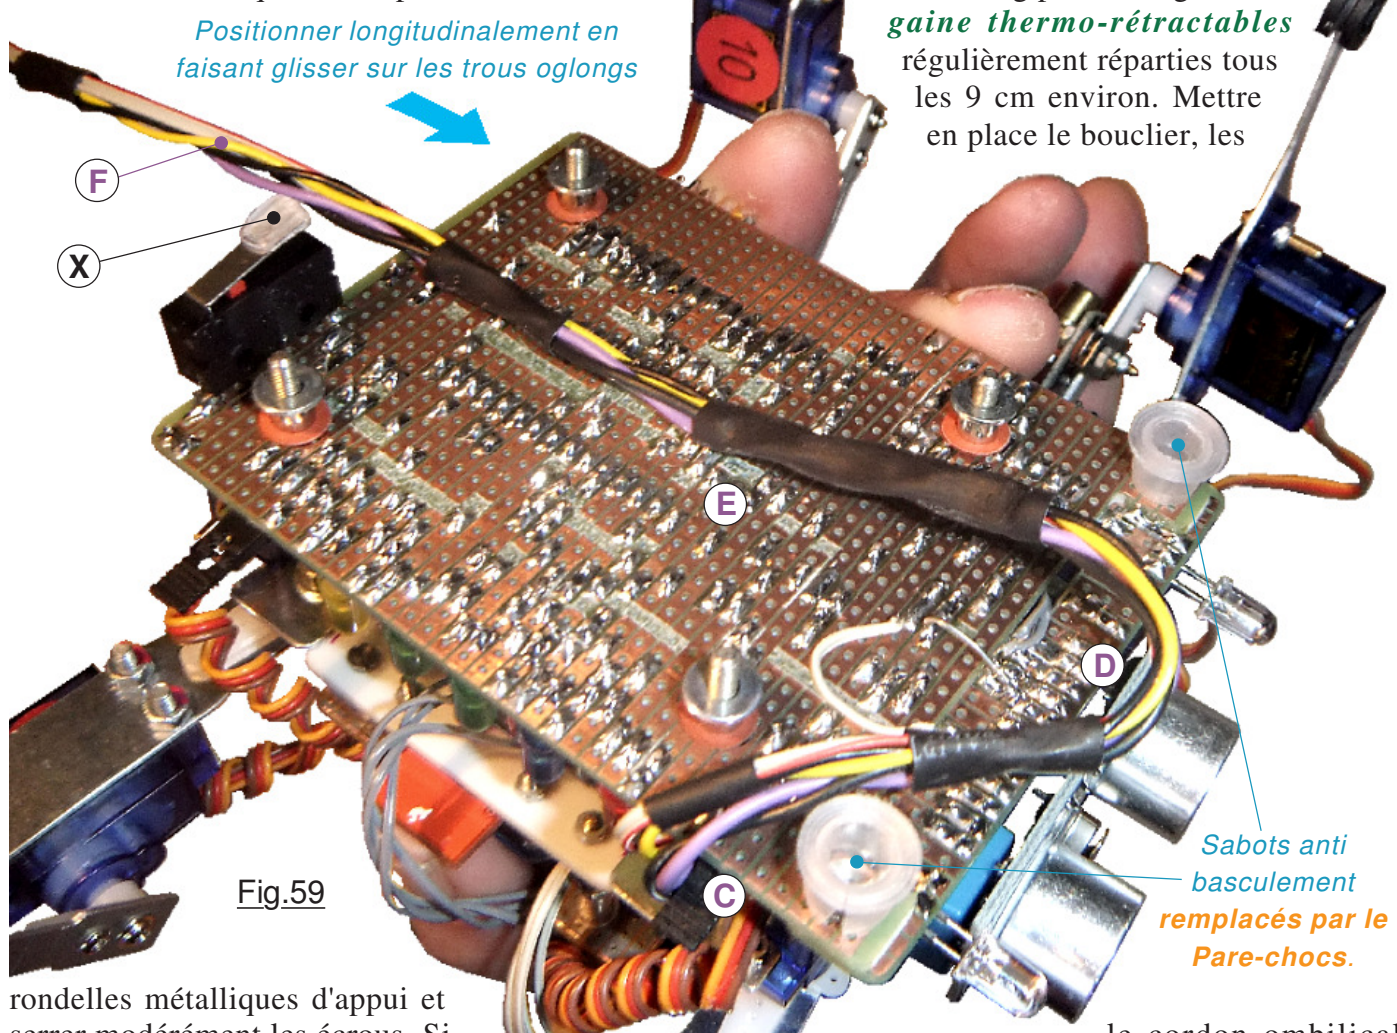

Fig.59
(Pour bien comprendre la manipulation, consultez la Fig.59 donnée en page 39 qui présente la sonde dans la posture permettant de réaliser cette phase de finalisation de la structure du corps du petit robot.)
**6** descendant et partant vers l'intérieur) Puis de l'intérieur il passe vers bâbord en **B** pour ressortir en **C** et passer vers l'avant en restant au-dessus du bouclier **6**. La photographie de l'**Image 26.JPG** montre la ligne ombilicale complète (*Version de luxe.*) sortant sur bâbord avant d'être pliée vers le dessous pour passer vers l'avant au dessus du bouclier. Courbée alors vers l'arrière en **D** elle passe en **E** entre le bouclier **6** et le circuit imprimé principal **5**. Puis, coincée entre les deux elle ressort vers l'arrière en **F** pour aller se poser au sol par souplesse. Mis à part le fait que sur la photographie le cordon ombilical est complet, la Fig.59 montre JEKERT en position pour recevoir le bouclier. Les divers fils qui constituent le cordon ombilical sont torsadés en torons pour renforcer leur tenue mécanique et compactés
rondelles métalliques d'appui et serrer modérément les écrous. Si est définitif, munir les écrous des sabots avant leur mise en place. Sur la Fig.59 en **X** se trouve une petite butée autocollante en caoutchouc synthétique. Elle a été remplacée par la petite bague en caoutchouc de la Fig.39 car elle se décollait et ne restait pas à demeure. Notez au passage que l'assemblage du bouclier n'est pas spécialement compliqué. On ne peut pas poser la petite mécanique qui reste constamment dans notre main. Seule l'autre est disponible. Aussi, pour mener à bien cette opération il importe de bien préparer tous les outils dont on aura besoin à l'avance. Par ailleurs, le cordon ombilical de deux mètres ne demande qu'à compliquer les choses. Aussi il convient, avant de commencer la manipulation, de l'enrouler et le maintenir dans une boucle avec du petit fil rigide.